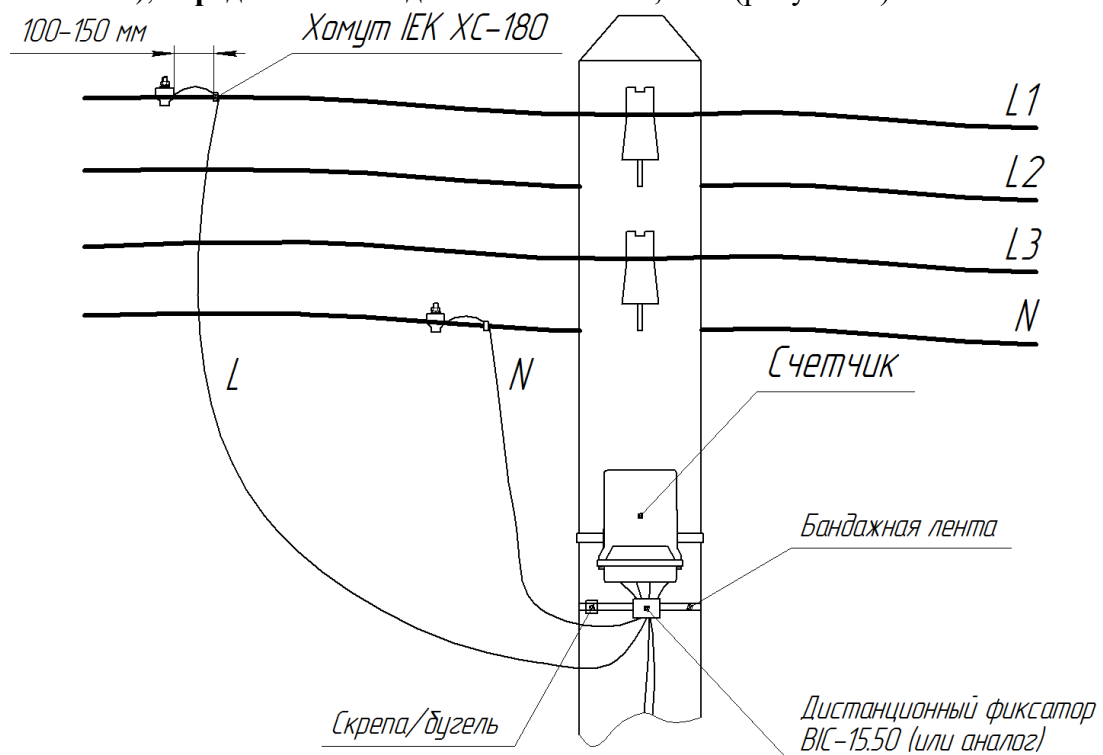

Рисунок 3 – подключение счетчика с использованием прокалывающих зажимов
4.6 **Предусмотреть запас проводов СИП (вход/выход на счетчике) длиной (100 – 150) мм для дальнейшего обслуживания счетчика (протяжка винтов и т.д.). Обязательно зафиксировать провода СИП атмосферостойким хомутом перед счетчиком вдоль опоры ВЛ-0,4 кВ (рисунок 3).**
4.7 Провода СИП подключить к линии ВЛ-0,4 кВ с помощью прокалывающих зажимов (проколов). Скрутка проводов строго запрещена! Обязательно место контакта зачистить от пыли, пленок, окислов и смазать токопроводящей кварце-вазелиновой пастой (например, ПКВ). Обязательно зафиксировать провод СИП атмосферостойким хомутом, например, ИЕК ХС-180 (УНН21-D6-180-100), перед зажимом вдоль линии ВЛ-0,4 кВ (рисунок 3).